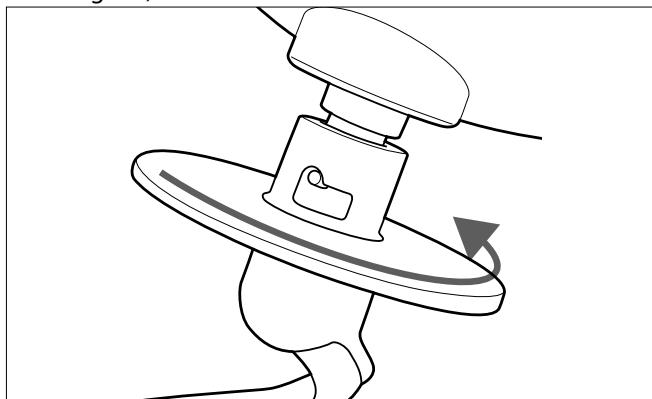

Fig. 10 – Fissare l'accessorio di mescolamento
- Spingere l'accessorio di mescolamento verso l'alto e ruotarlo in senso orario fino all'innesto. L'accessorio di mescolamento può essere inserito e ruotato correttamente solo se la sporgenza è inserita correttamente nella scanalatura di guida corrispondente (vedere Fig. 10).